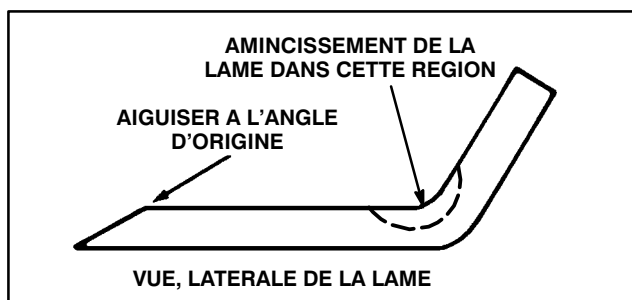

Figure 21
6. Saisir l'extrémité de la lame à l'aide d'un chiffon ou d'un gant épais. Puis enlever le boulon de la lame, la rondelle et la lame (Fig. 21).
9. Remettre l'un après l'autre, la lame, le raidisseur, la rondelle et le boulon de la lame (Fig. 21). Appuyer le côté concave de la rondelle incurvée contre la lame. Serrer le boulon à 61–81 Nm.